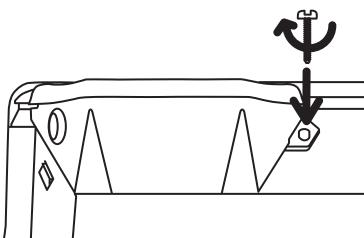

Рис. 5
5. Дополнительно закрепите блок управления на конвекторе на помощью болта (входит в комплект) (рис. 5).